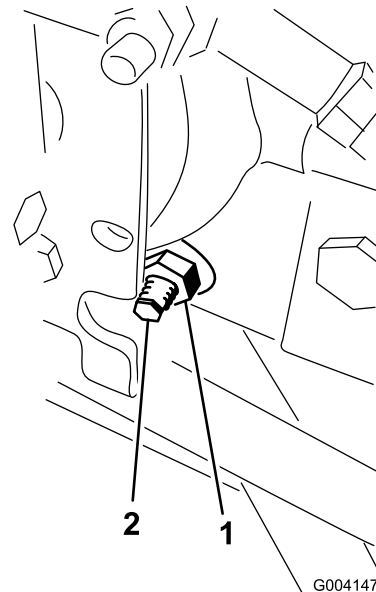

Figura 61
3. No lado direito do hidrostato, solte a porca de bloqueio no excêntrico de ajuste da tração (Figura 61).